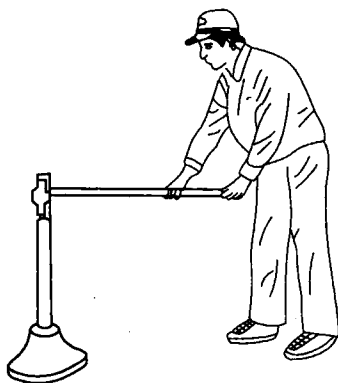

图 2-4 抱打预备姿势
2) 左脚后撤半步, 两脚略成八字自然开立, 开张角度约为 40° ~ 60° , 以左手虎口在上, 握住锤柄后端, 右手握在锤柄中间, 两手距离约为 300~500mm, 将锤头正置于锤桩上。同时, 腰身自然下弯, 双膝微屈, 形成抱打预备姿势, 如图 2-4 所示。